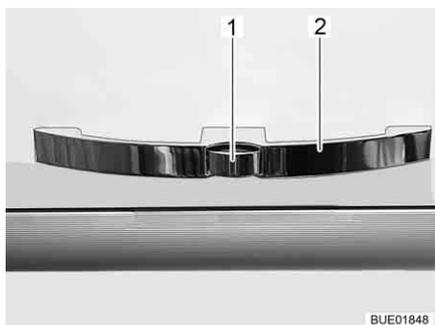
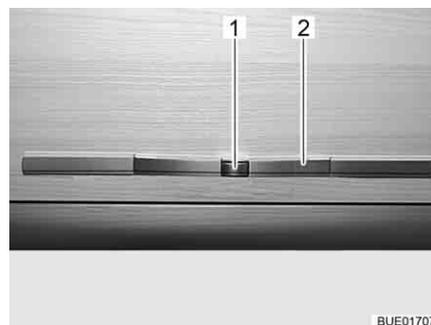

Fig. 57 Trampa de muebles con tirador (ejemplo)
Fig. 58 Trampa de muebles con tirador (alternativa)
- Presionar el botón de desbloqueo (Fig. 57,1 ó Fig. 58,1) en el tirador (Fig. 57,2 ó Fig. 58,2) y mantenerlo presionado.